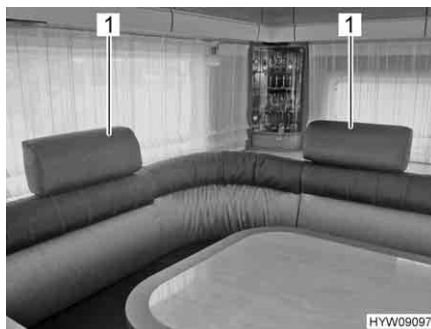

Fig. 17 Poggiatesta (separati)
- Fissare i poggiatesta (Fig. 17,1) tra il cuscino dello schienale e la parete.